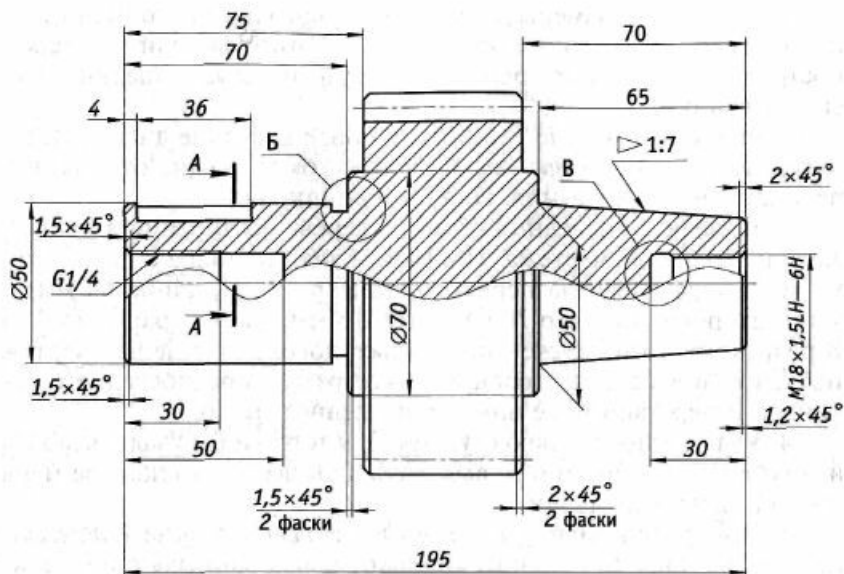

Рис. 4.1. Фрагмент чертежа вала-шестерни
3. Выполнив уже описанные предварительные действия, перейдите непосредственно к построению первой наружной ступени вала (рис. 4.1). Установите следующие параметры первой ступени: длина 70 мм, диаметр 40 мм, фаска слева $1,5 \times 45^\circ$. Закончив построение, нажмите кнопку *ОК*.